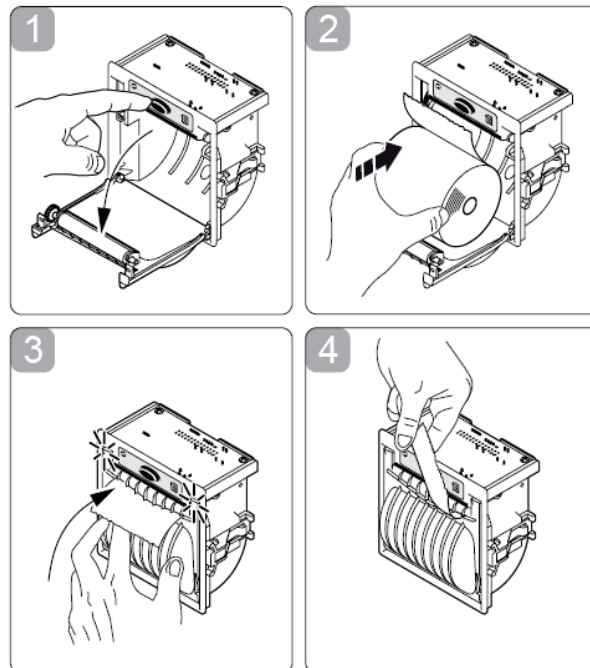

Abb. 3
2. Drücken Sie die Taste ÖFFNEN, um die Druckerabdeckung wie dargestellt zu öffnen (siehe Abb.3/1). Gehen Sie vorsichtig mit dem Papierschneider um, damit Sie sich nicht die Hand verletzen.
3. Legen Sie die Papierrolle ein und achten Sie darauf, sie in der richtigen Richtung auszurollen, wie angezeigt (siehe Abb. 3/2).
5. Halten Sie das lose Ende des Papiers mit der einen Hand und schließen Sie die Abdeckung wieder wie angegeben mit der anderen Hand (siehe Abb. 3/3)
6. Reißen Sie überschüssiges Papier über der gezahnten Kante ab (siehe Abb. 3/4).